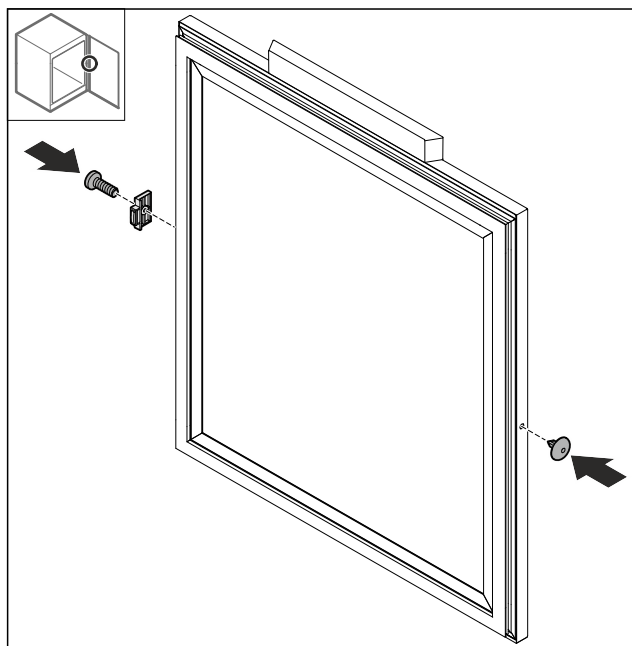

Fig. 73
- Namontujte zarážku dverí Fig. 73 (1) otočenú o 180° na opačnej strane.
- Nasadte kryt Fig. 73 (2) na opačnej strane.